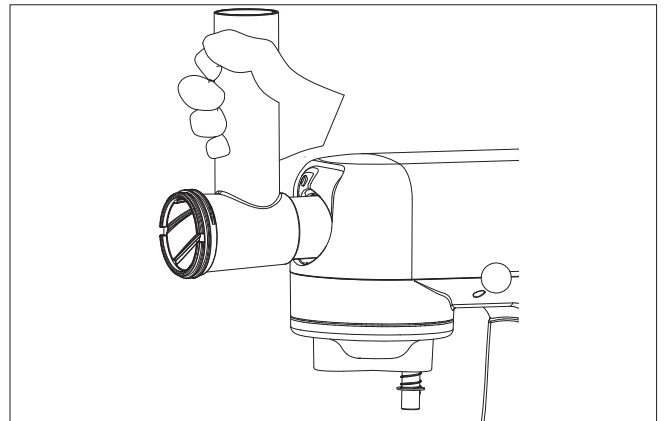

Abb. 15 – Schneckengehäuse festdrehen
5. Drehen Sie es durch eine Drehung nach links fest, so dass die Befüllöffnung oben steht (siehe Abb. 15). Vergewissern Sie sich, dass das Schneckengehäuse fest im Fleischwolfanschluss der Küchenmaschine sitzt.